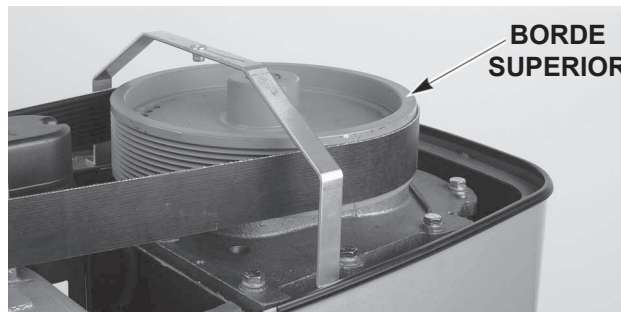

Fig. 1
- Coloque un nivel en el borde superior de la patea grande (Fig. 1). Deslice las cuñas debajo de la superficie de contacto de la base de la batidora como se requiere para nivelarla de adelante hacia atrás y de lado a lado.